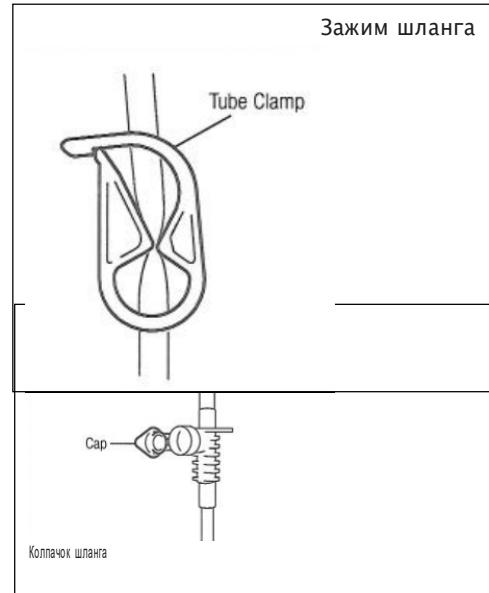

Рис. 12
- 5) Откройте колпачок шланга для подачи воздуха в емкость (Рис. 12).